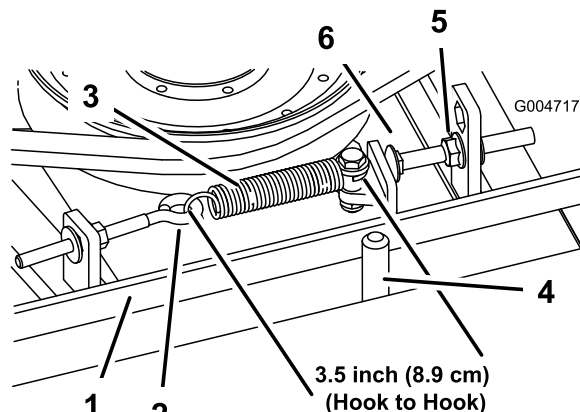

Figure 66
le boulon de butée (boulon de carrosserie) jusqu'à obtention d'un jeu d'environ $3,2 \text{ mm} \pm 1,5/0,0 \text{ mm}$ entre la tête du boulon et le bras de renvoi (Figure 66).
Remarque: La courroie doit être placée du côté ressort du guide (Figure 66).
2. Desserrez le boulon à œil pour pouvoir enlever le ressort d'extension (Figure 66).
3. Desserrez l'écrou à embase qui fixe le boulon de butée à la patte de montage. Reculez l'écrou suffisamment pour que le bras de renvoi passe le boulon de butée (Figure 66). Éloignez la poulie de tension de la courroie pour détendre cette dernière.
- Remarque:** La courroie doit être placée du côté ressort du guide (Figure 66).
8. Raccrochez le ressort d'extension (Figure 66) au boulon à œil et tendez la courroie comme suit :